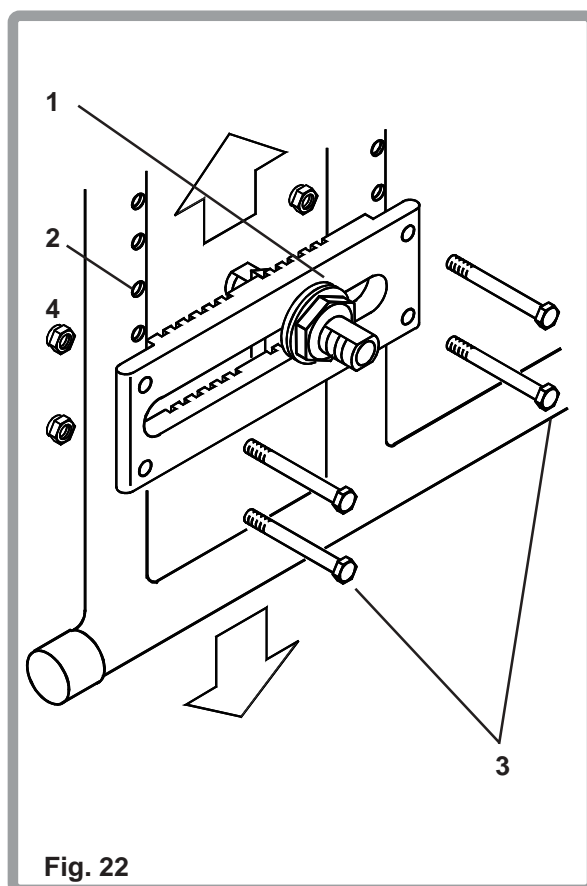

Fig. 22
La hauteur du siège (Fig. 22) peut être réglée en déplaçant la plaque d'axe (1) vers le haut ou vers le bas du châssis dans une limite de 50 mm. Les quatre boulons (3) et les écrous (4) par plaque d'axe doivent être retirés et placés dans la position voulue, puis resserrés, en utilisant deux clés de 10 mm. Les deux plaques d'axe doivent être placées dans le même trou de chaque côté pour mettre le fauteuil bien à niveau.